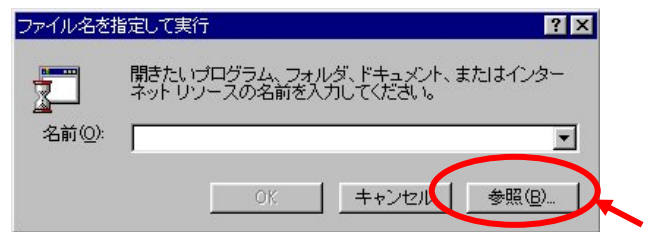

図1.2-2
(2) [ 参照(B) ]ボタンをクリックしてください。(図1.2-2)